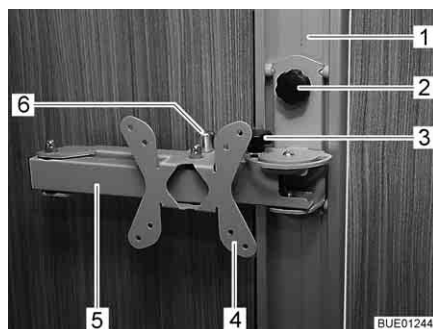

Fig. 49 Supporto su guida
- Svitare la vite ad aletta (Fig. 49,2) e spostare il supporto (Fig. 49,4) nella guida (Fig. 49,1) fino all'altezza desiderata.
- Svitare le viti ad aletta (Fig. 49,3).
- Tirare il bottone di sbloccaggio (Fig. 49,6). Il braccio snodato (Fig. 49,5) è sbloccato.
- Stringere di nuovo la vite ad aletta (Fig. 49,3).
- Svitare la vite ad aletta (Fig. 49,3).
- Ruotare lo schermo piatto all'indietro nella sua posizione iniziale, finché non si sente il braccio snodato (Fig. 49,5) innestarsi nel bloccaggio.
- Svitare la vite ad aletta (Fig. 49,2), portare il supporto (Fig. 49,4) all'altezza desiderata e stringere di nuovo la vite ad aletta.